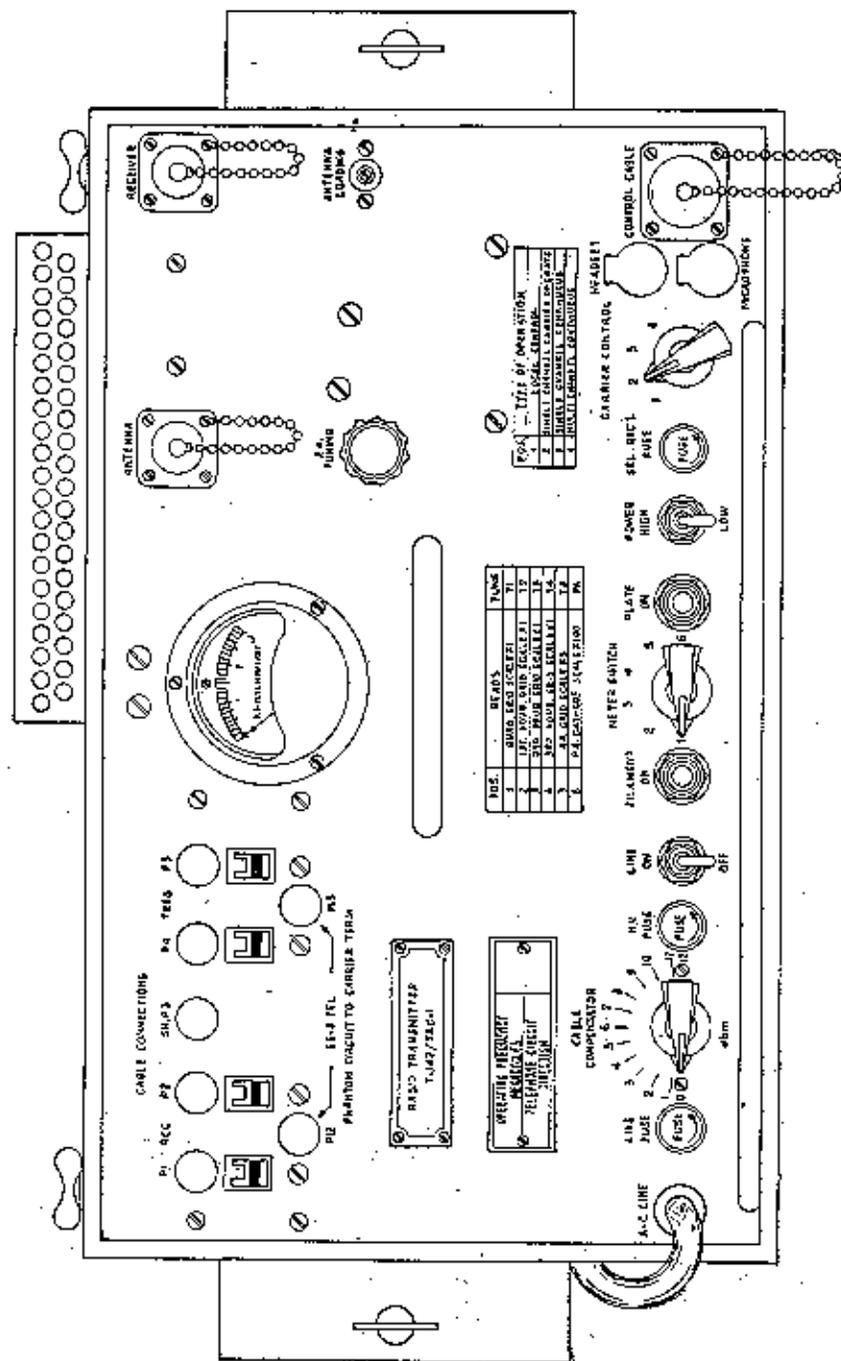

Fig. 7. AM/TRC-1. Pannello frontale Trasmettitore T-14/TRC-1
1. - Trasmettitore T-14/TRC-1 (fig. 7).